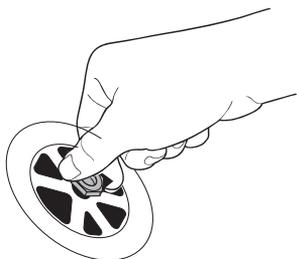

Рис. 13. Наживка соединения слива
7. Наживите соединение, вращая втулку крышки. См. рисунок 13.